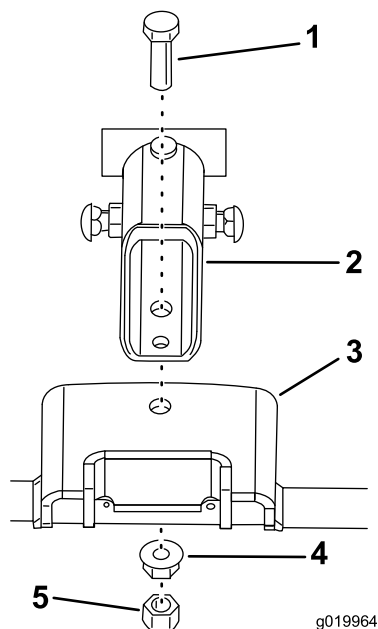

Figure 5
1. Montez le support de pivot sur le châssis avec une vis (1/2") et fixez-le avec un écrou à embase (1/2") (Figure 5).